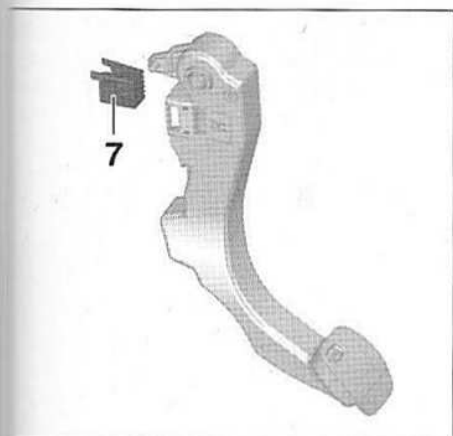

FIG.18
- Déverrouiller le cylindre émetteur (5), en le tournant d'un huitième de tour dans le sens horaire.
Repérer le sens de montage de l'agrafe ressort (7) lors de la dépose (Fig.18).